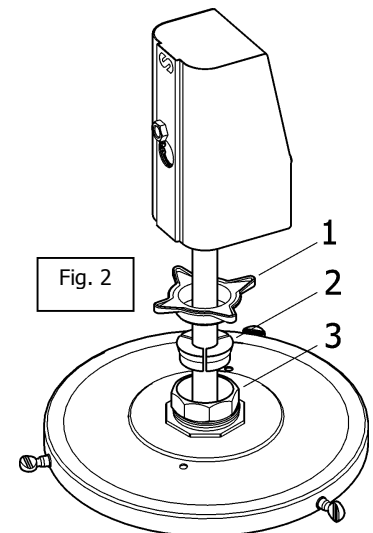

Fig. 2
These pumps must be mounted on drums using covers fitted with a 2" bung. Loosen the star nut (1) of the bung adaptor to remove the lower nut (3), and screw this into the 2" bung opening of the cover. Place the star nut (1) and the three jaws (2) on the suction tube. Introduce the pump through the opening and fasten the assembly at the desired height (Fig 2). Secure the cover to the drum with the thumbscrews.
Las bombas deben acoplarse a los bidones mediante tapas que dispongan de rosca 2" BSP H. Afloje la tuerca en estrella (1) del adaptador para extraer la parte inferior del mismo (2) y rosca en el brocal de 2" de la tapa. Coloque la tuerca en estrella (1) y las tres mordazas (2) del adaptador en el tubo, introduzca la bomba por el brocal y apriete el conjunto a la altura deseada (Fig. 2). Fije posteriormente la tapa al bidón.
La pompe doit être fixée au fût à l'aide d'un couvercle doté d'un filetage 2" BSP (F). Desserrer l'adaptateur en étoile (1) de la bague de fixation afin d'extraire la partie inférieure de cette dernière (2) et la fixer à l'embouchure de 2" du couvercle. Placer l'adaptateur en étoile (1) ainsi que les trois mors (2) de la bague de fixation sur le tube de la pompe. Introduire la pompe par l'embouchure du couvercle et serrer le tout à la hauteur désirée (voir Fig.2). Fixer ensuite le couvercle au fût.